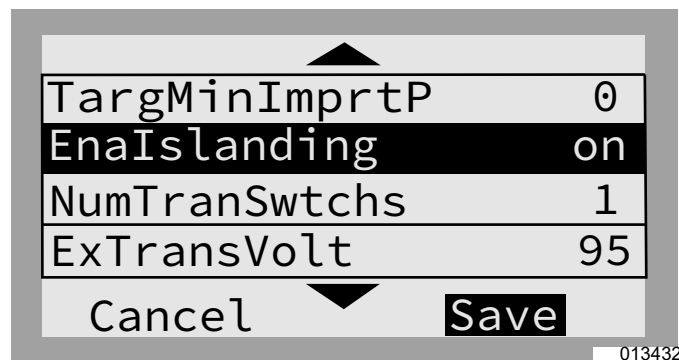
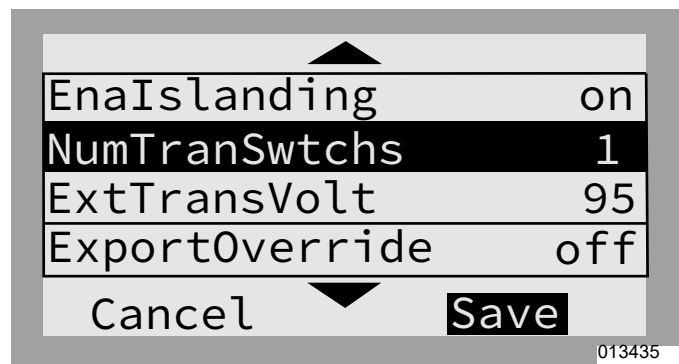
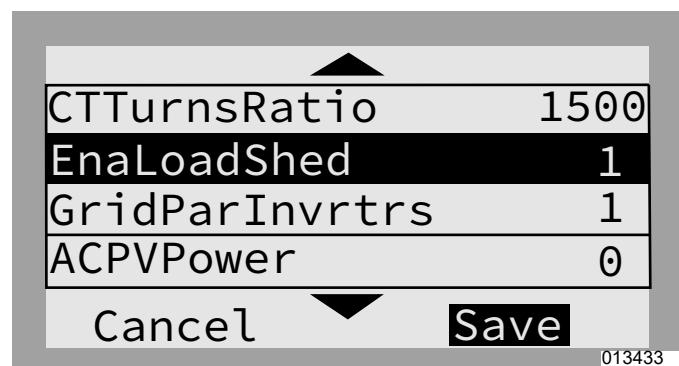

Figura 7-19. PV + Almacenamiento: Todo el hogar (1 de 3)
Figura 7-20. PV + Almacenamiento: Todo el hogar (2 de 3)
Figura 7-21. PV + Almacenamiento: Todo el hogar (3 de 3)
- Consulte la Figura 7-19, la Figura 7-20 y la Figura 7-21. “Mod. Settings” del inversor: